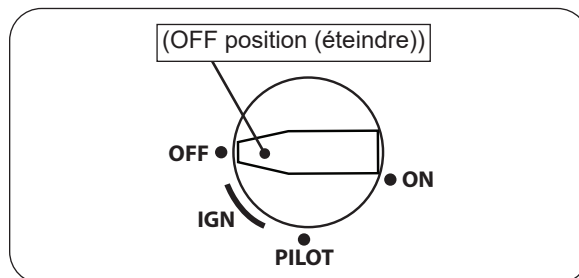

Fig. 72-2 Arrêt du pilote
- Localisez la vanne sur le côté de l'unité. Pousser le bouton d'allumage et tourner dans le sens des aiguilles d'une montre  sur **OFF** (éteindre) (voir Fig. 72-2).
Appuyez légèrement sur le bouton de contrôle et tournez-le dans le sens des aiguilles d'une montre  pour **OFF** (éteindre). Ne force pas. Voir Fig. 72-2.